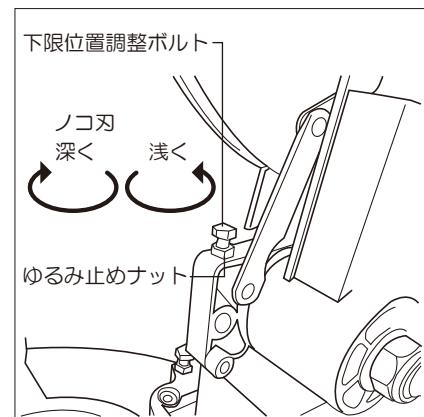

図19
- ・下限位置調整ボルトのゆるみ止めナットをゆるめ、下限位置調整ボルトを回します。右に回すとノコ刃は深く、左に回すと浅くなります。(図19参照)